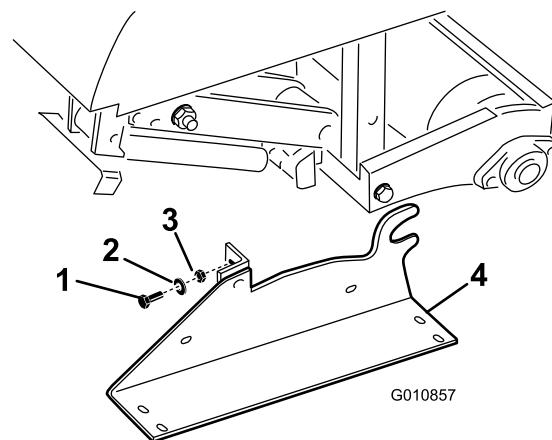

Figure 34
2. Enlevez les boulons, rondelles-freins et écrous qui fixent les supports de rangement à chaque extrémité de l'aérateur (Figure 34).